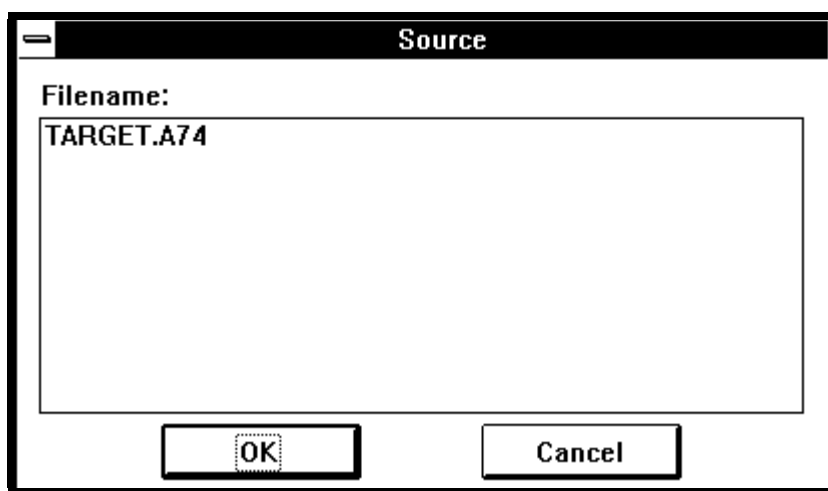

図 13-2 ファイルセレクションダイアログ
- Refer ボタンをクリックすると、ファイルセレクションダイアログがオープンします。このダイアログから、指定するソースファイルを選択することができます。図 13-2に、ファイルセレクションダイアログの構成図を示します。